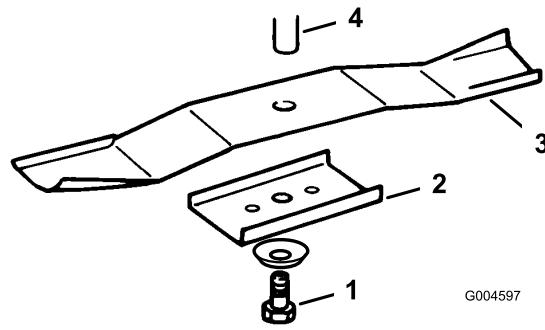

Figura 36
3. Retire el perno (llave de 5/8"), la arandela curva, el retén y la cuchilla (Figura 36). Se puede insertar un bloque de madera entre la cuchilla y el cortacésped para bloquear la cuchilla mientras se retira el perno.
1. Instale la cuchilla, el retén, la arandela curva (con la copa hacia la cuchilla) y el perno de la cuchilla (Figura 36).